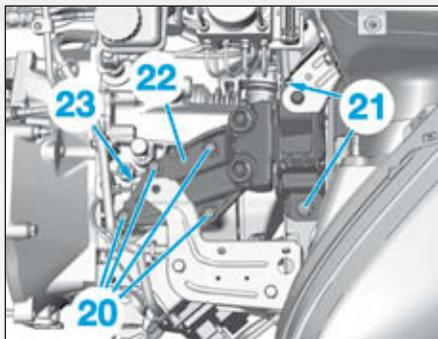

FIG.11
- les vis (20) et (21) (Fig.11),
- le support de la boîte de vitesses (22).
- Débrancher le connecteur (23) du capteur de vitesses d'arbre primaire.